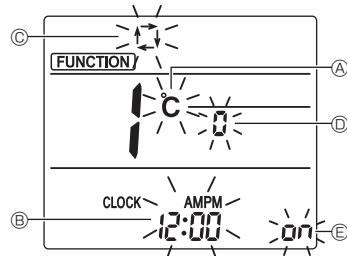

Fig. 5-11
L'écran Réglage de l'affichage s'affiche. (Fig. 5-11)
5.12.2. Changement de l'unité de température (Fig. 5-11 (A))
- Appuyez sur la touche **TEMP** ⑤.
5.12.3. Changement de l'affichage de l'heure (Fig. 5-11 (B))
- Appuyez sur la touche **TIME** ⑥.
5.12.4. Changement du mode AUTO (Fig. 5-11 (C))
- Appuyez sur la touche **←** ⑦.
5.12.5. Changement du n° de paire (Fig. 5-11 (D))
- Appuyez sur la touche **↑** ④.